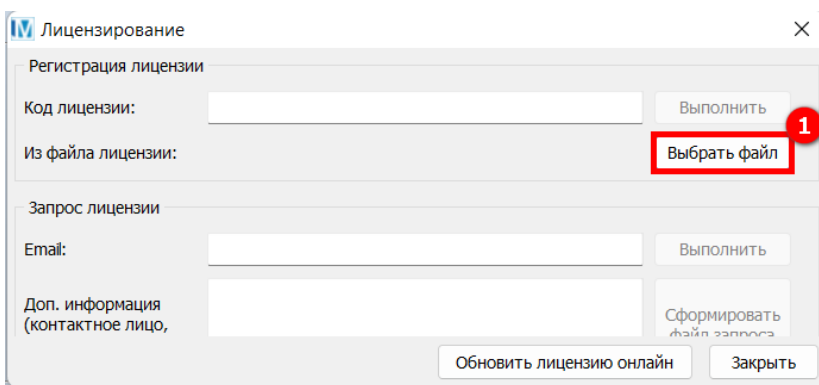

Рисунок 25 – Регистрация и активация ПО – Загрузка файла лицензии
- Путем загрузки файла лицензии. Для этого необходимо нажать кнопку **Выбрать файл** (1) (см. рисунок 25) и затем указать путь к файлу. Процесс регистрации и активации ПО будет завершен автоматически после обработки данного запроса правообладателем.